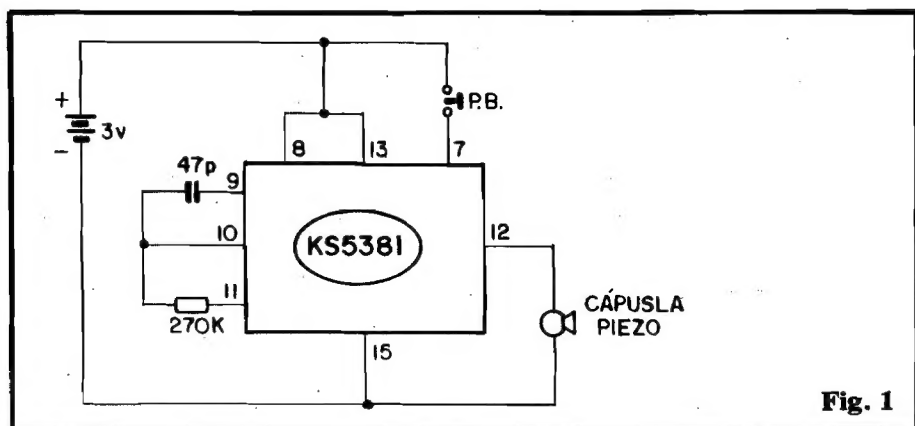
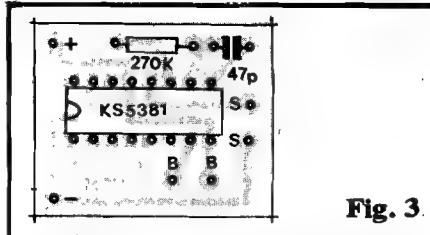
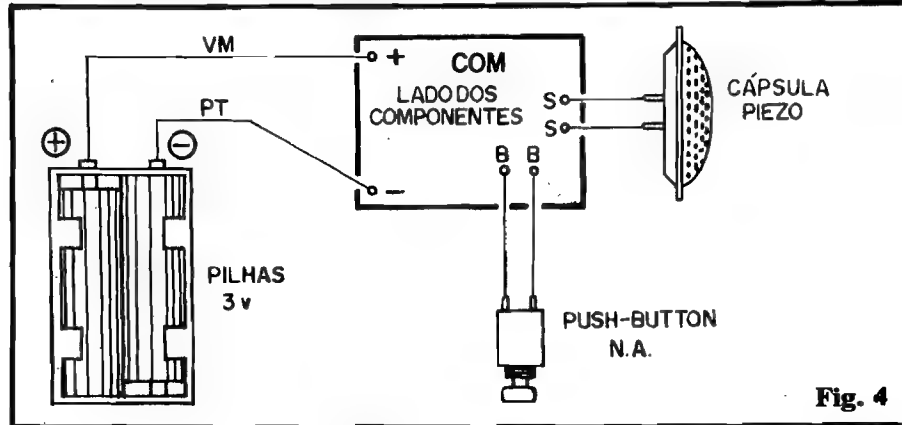
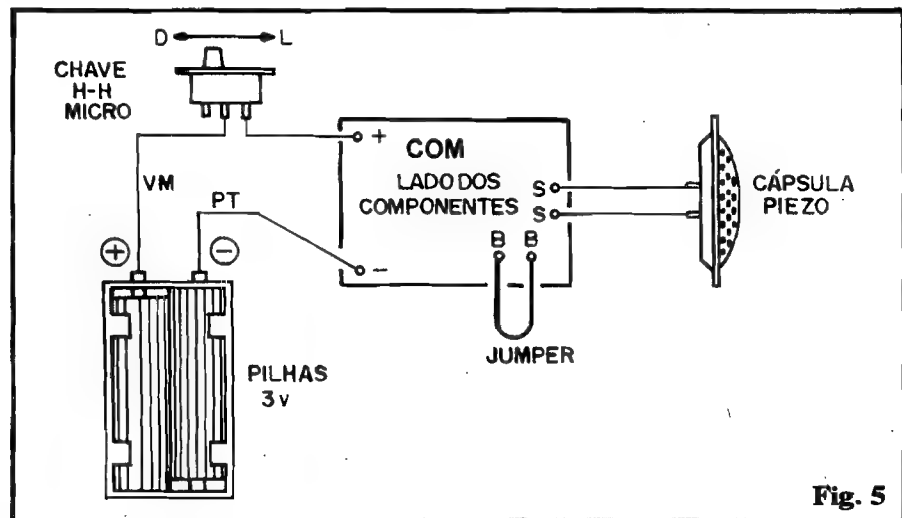

Fig. 1
Fig. 3
Fig. 4
Fig. 5
Vamos por partes, Jorge... Pra começar, a falha que Você descobriu realmente existe (aproveitamos para agradecer pela colaboração, e pedir desculpas à Turma, pelo "escorregão"...). Notem que o "esquema" (pág. 33 - fig. 1 - APE 29) está correto, e o lapso encontra-se unicamente no "chapeado" (pág. 36 - fig. 4). O que ocorreu foi uma "troca simples" na notação dos valores dos tais re-
sistores (o de 2M2 saiu marcado como "150K" e o de 150K foi marcado como "2M2"...). Não é necessária a utilização de nenhum jumper ou artifício "extra-placa", para a correção das montagens eventualmente já realizadas: basta - conforme ilustra a fig. A do presente CORREIO (que re-publica a fig. 4 da referida montagem...) "desinverter" as posições dos tais resistores, agora mostrados em suas localizações certas, indicadas pelas setas! Pedimos a todos os Leitores/Hobbystas que anotem essa correção nos seus exemplares de APE nº 29, para que tudo fique "nos conformes"... Agora, analisando o "comportamento" da sua montagem, Jorge: acreditamos que a não "piscagem" do seu display devia-se unicamente ao fato da oscilação no 4060, ter estado ou bloqueada (pela inversão dos valores dos citados resistores...) ou muito lenta (pela brutal alteração na sua constante de tempo, devido também à inversão dos tais valores resistivos...). Não é "normal" que algum defeito de componente leve ao simples não acendimento do display das horas (salvo se ambos os 4017 desse setor estejam inutilizados...). O mais provável é um problema de contato, "curto", fio partido, etc., na conexão entre placas (notadamente no "ramo" K da barra de inter-conexão, observe...). Note, ainda, Jorge, que todos os catodos, de todos os 24 LEDs devem estar eletricamente interligados, através do cobreado da placa um ponto que pode induzir a erro é aquela pequenina ligação entre os catodos dos LEDs de hora e minuto em cada divisão angular do display (exemplo: o catodo do LED de "12 horas" com o catodo do LED de "0 minutos"...). Se tais interconexões não tiverem sido feitas, o círculo interno (horas) ficará permanentemente não energizado... Ressalvadas essas duas possibilidades, testar o único componente cujo "estado" pode, eventualmente, inibir a "piscagem" dos LEDs (sejam os de minutos, sejam dos de horas...) que é o transistor BC548 localizado no centro da lateral menor direita da placa (ver no "chapeado" - fig. 4). Se tal transistor estiver invertido ou defeituoso, a "não piscagem" está explicada... De resto, o circuito é plenamente funcional, e o nosso protótipo está aqui, no Laboratório de APE, funcionando continuamente desde junho/91, sem problemas! A propósito, Jorge, Você se esqueceu de nos dar uma importante "pista", que facilitaria bastante nosso diagnóstico "à distância": se o botão de "acerto" está ou não operando correta-
Pra Você ver, Ronnie, que aquilo que sempre dizemos ("simples é melhor") não é balela...! Arranjos extremamente "enxugados" costumam - em aplicações não sofisticadas - dar excelentes resultados práticos! O DEMP é um exemplo "vivo"... Pode montar, tranquilo, que vai funcionar direitinho (Você já viu a montagem do seu amigo, não é...?). Agora, quanto às modificações que Você pretende, experimente as sugestões relacionadas na fig. C (compare com o "esquema" original, fig. 1 - pág. 38 - APE nº 30). Pode, sim, mudar a alimentação para 9V, sem problemas em usar a pequena bateria, já que o consumo médio de Corrente é baixo, em qualquer caso... Conforme mostra o asterisco dentro de um pequeno círculo, altere o valor do resistor original de 100K para 150K (apenas para prevenir "sobrepolarização" no transistor...). Se isso gerar um "abaixamento" muito sensível na frequência do sinal audível emitido, "compense" a constante de tempo, diminuindo o valor original do capacitor (470n) para 390n... Para substituir o alto-falante, a primeira providência será oferecer ao circuito uma "carga falsa" equivalente, o que pode ser feito pela inserção de um resistor de 12R (asterisco dentro de um quadradinho) simplesmente "no lugar" do tal alto-falante... A ligação de uma cápsula transdutora piezo (cristal) poderá ser, então, tentada em dois lugares: ou entre os pontos A-A (ver ligação em linhas tracejadas, na figura) ou entre os pontos B-B (também diagramado na figura, em linhas tracejadas...). Adote a solução que melhor resultados "auditivos" der... Eventualmente, dependendo da impedância real da cápsula de cristal utilizada, talvez o melhor desempenho seja obtido colocando-se **em série** com o tal transdutor um capacitor (poliéster) de 10 a 100n (experimente, e fixe-se no valor que melhor resultado der...).
- **FIG. 1 - O CIRCUITO** - Tudo, mas **tudo mesmo**, da parte ativa do circuito, encontra-se "dentro" do Integrado KS5381, numa verdadeira obra prima da engenharia industrial que, atualmente, consegue enfiar uma manada de elefantes num... galinheiro! O KS5381 é apresentado em pinagem DIL (16 "pernas") convencional, sendo muitas as suas possibilidades de acesso e controle, a maioria das quais, entretanto, não vem ao caso para a montagem da "COM" (CAIXINHA DE 7 MÚSICAS). Aos pinos 9-10-11 devem ser acoplados, simplesmente, um resistor de 270K (valor recomendado pelo fabricante) e um capacitor
- **FIG. 3 - "CHAPEADO" BÁSICO** - Componentes sobre a placa (lado não cobreado) são apenas 3: o Integrado, o resistor e o capacitor! O único cuidado deve ser dedicado ao posicionamento do KS5381 (extremidade com a marquilha virada para a face que contém as entradas de alimentação "+" e "-"...). Quem "conseguir" errar a colocação das peças, será automaticamente classificado como "ANTA DE TÊNIS" (com sua permissão, Jaguar...) e expulso para todo o sempre do seio (épa!) da família Hobbysta... As ilhas periféricas codificadas destinam-se às conexões de alimentação, push-button (B-B) e saída para a cápsula piezo (S-S), ligações estas detalhadas na próxima figura...
- **FIG. 4 - CONEXÕES EXTERNAS À PLACA** - De novo a plaquinha é vista pelo seu lado não cobreado, agora com as ligações "do que fica fora"... Atenção à polaridade da alimentação, sempre codificada com as cores **vermelho** para o **positivo** e **preto** para o **negativo**. As conexões do **push-button** e da cápsula piezo são tão elementares que seria uma afronta aos Leitores ficar aqui dando detalhes... Lembrar apenas que os comprimentos da fiação devem ser compatíveis com a pretendida instalação ou utilização (as medidas dos fios devem - por razões estéticas e práticas - ser
sempre exatamente as **necessárias**, sem "sobras", mas - obviamente - também ser "carências"...). Notem ainda que as conexões visualmente detalhadas na fig. 4 correspondem ao modo "UM TOQUE - UMA MÚSICA"... A outra possibilidade de modo tem seus detalhes de conexão externa à placa mostrados na próxima figura...
- **FIG. 5 - SEGUNDA OPÇÃO DE MODO** - Sem "nenhuminha" modificação com relação ao "chapeado" básico (fig. 3), quem quiser um funcionamento no "segundo modo" (execução sequencial e ininterrupta das 7 melodias...) deve, simplesmente, substituir o **push-button** (ver fig. 4) por um **jumper** (pedaço de fio interligando os acessos B-B...) e intercalar, na linha do **positivo** (fio **vermelho**) da alimentação, um interruptor comum (pode ser uma chavinha H-H mini). Nessa disposição, acionando o interruptor o circuito "cantará" todas as músi-